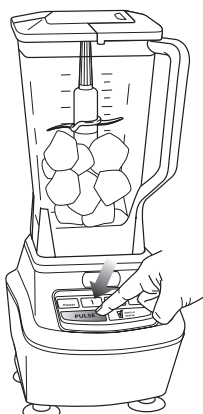

Fig. 6
- 8 Choisissez la vitesse correspondant à vos besoins. (Fig. 6) **REMARQUE :** Si vous devez hacher des ingrédients uniformément, appuyez brièvement sur le bouton du réglage par impulsions (« pulse ») plusieurs fois.